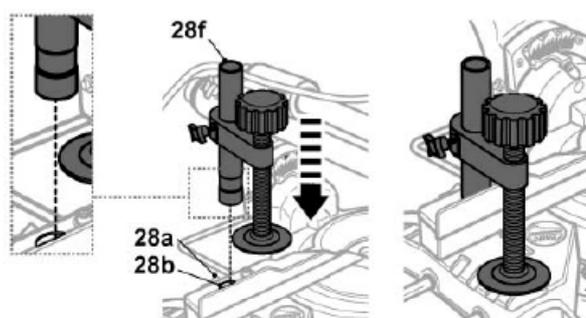

Fig. 8
- > Insérez la colonne de réglage de hauteur [28f] dans le support [28b] (Fig. 8).